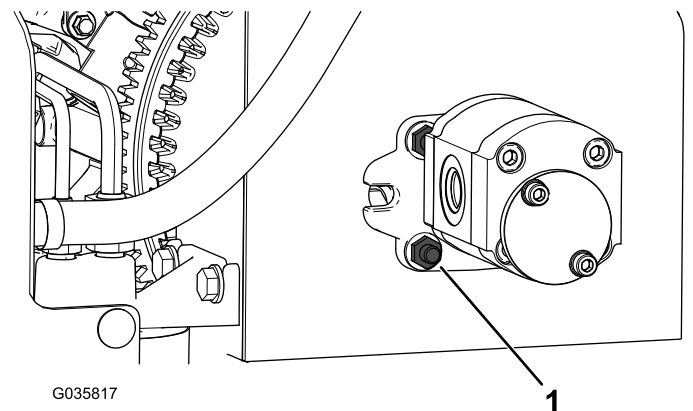

Figura 2
2. Retire os quatro parafusos e porcas da bomba hidráulica (Figura 2).